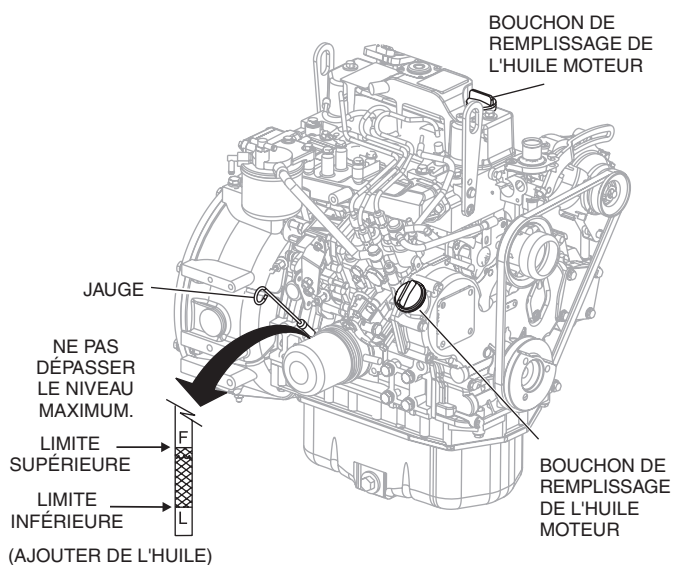

Figure 6. Jauge d'huile moteur
2. Extraire la jauge d'huile moteur (figure 6) de son support.